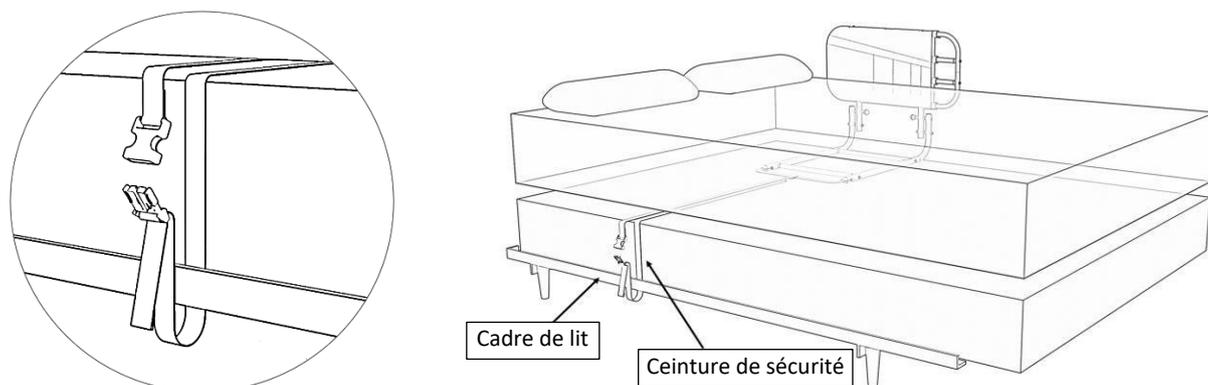

Figure 5
- 4.4 Ouvrez le verrou du harnais de sécurité et guidez-le autour du cadre de lit / cadre à lattes. Remontez le verrou et vérifiez que le verrou est bien enclenché. Serrez ensuite le harnais de sécurité de manière à ce que la barrière latérale du lit soit bien serrée contre le côté du matelas, comme indiqué sur la figure 5.